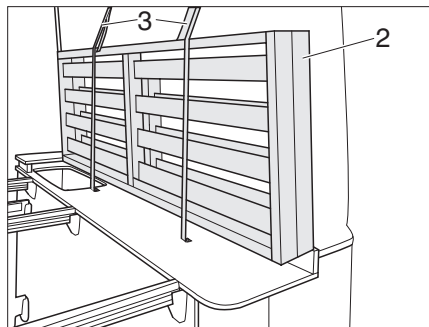

Fig. 51 Guardar el somier de listones
- ▶ Colocar el somier de listones (Fig. 51, 2) en el lado derecho del vehículo y sujetar con correas (Fig. 51,3).